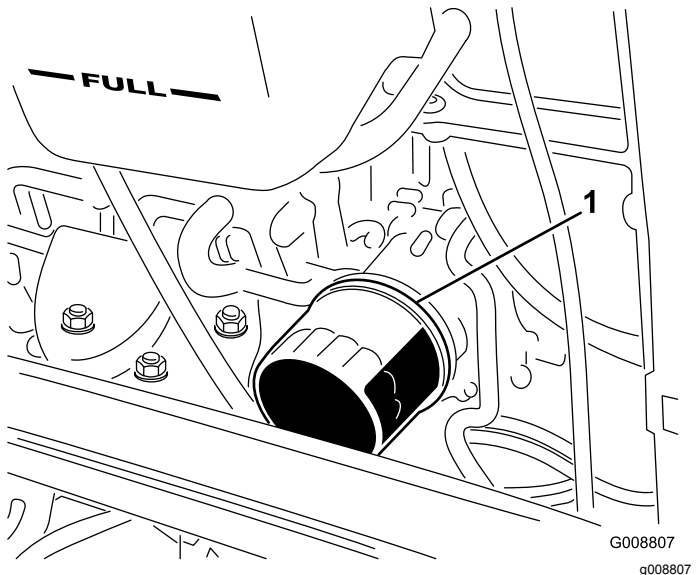

Bild 54
4. Entfernen Sie den Ölfilter (Bild 54).